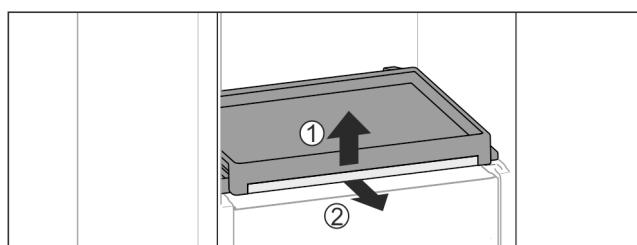

Fig. 49
- Vyjměte vysouvací příhrádku se skleněnou deskou: Skleněnou deskou vpředu lehce nadzvedněte Fig. 49 (1) a vytáhněte dopředu Fig. 49 (2).